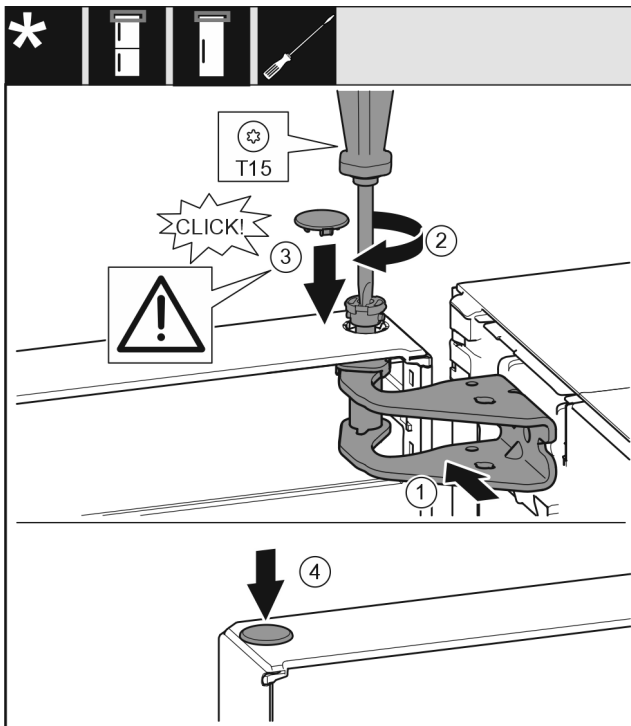

Fig. 22
- ▶ Rikta in dörren upptill så att den passar öppningen i lagerbocken. Fig. 22 (1)
- ▶ Sätt i bulten och skruva fast den med en torxskruvmejsel T15. Fig. 22 (2)
- ▶ Montera blindpluggen för dörrens låsbult: Sätt in blindpluggen och kontrollera att den är i jämnhöjd med dörren. Annars ska bulten sättas in helt. Fig. 22 (3)
- ▶ Sätt i pluggen. Fig. 22 (4)